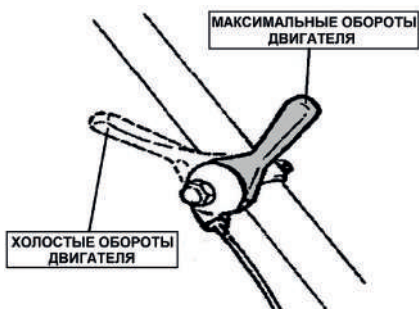

РИС. 12
5. Рычаг газа. Установите рычаг управления дроссельной заслонкой на 1/3 хода от положения холостого хода (Рис. 12).